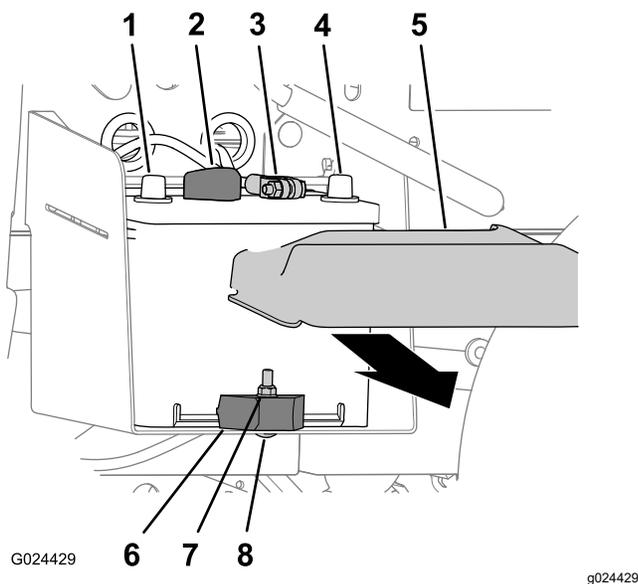

Figura 50
1. Schiacciate i lati del coperchio della batteria e rimuovete il coperchio dalla parte superiore della batteria stessa (Figura 50).
2. Scollegate il cavo negativo della batteria dal relativo morsetto (Figura 50).
3. Scollegate il cavo positivo della batteria dal relativo morsetto (Figura 50).
2. Eliminate dado di bloccaggio, bullone a testa tonda e morsetto della batteria che fissa la batteria al relativo vassoio (Figura 50).
3. Togliete la batteria dal relativo vassoio (Figura 50).
1. Montate la batteria sul relativo vassoio della macchina (Figura 50).
Nota: Accertate che i poli positivi e negativi della batteria siano allineati come mostrato in Figura 50.
2. Fissate la batteria al relativo vassoio con morsetto, bullone a testa tonda e dado di bloccaggio (Figura 50).
1. Collegate il cavo positivo della batteria al relativo morsetto (Figura 50).
2. Collegate il cavo negativo della batteria al relativo morsetto (Figura 50).
3. Montate il coperchio della batteria sulla parte superiore della batteria stessa (Figura 50).